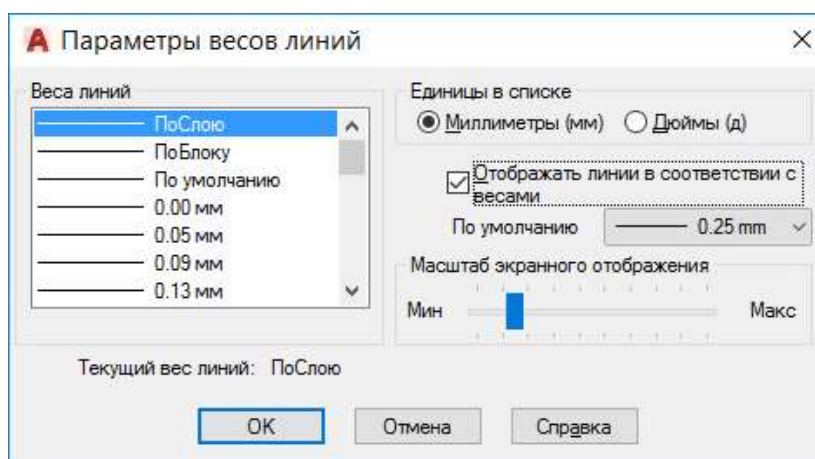

Рис. 1.6
- В группе «Масштаб экранного отображения» измените положение указателя скользящей шкалы (рис.1.6).